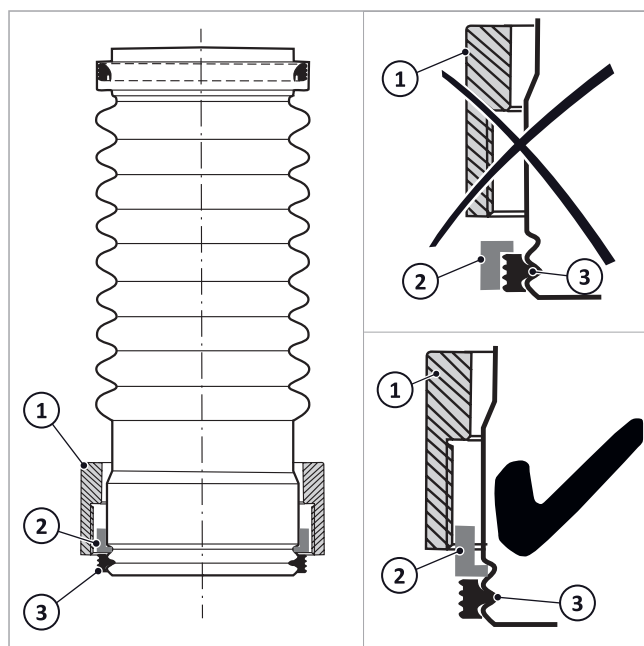

Fig. 37 : raccord vissé en place
1. Comme indiqué sur la → fig. 37, faites glisser l'écrou-raccord (1), le circlip (2) et le joint (3) sur l'extrémité inférieure du tuyau du raccord d'évacuation des gaz.